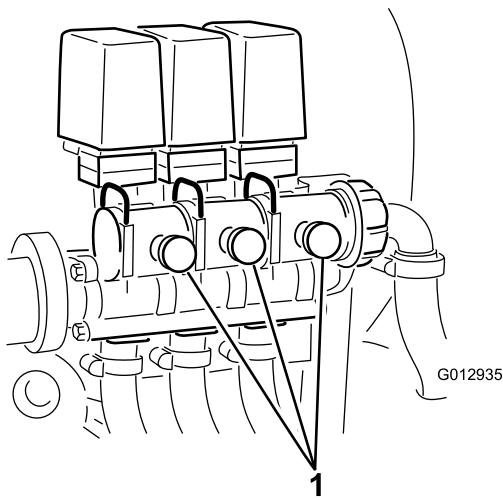

Figura 21
10. Ajuste a válvula de distribuição da rampa (Figura 21) na traseira da válvula de controlo da rampa que desligou até a leitura da pressão no manómetro ser idêntica à registada no passo 7.